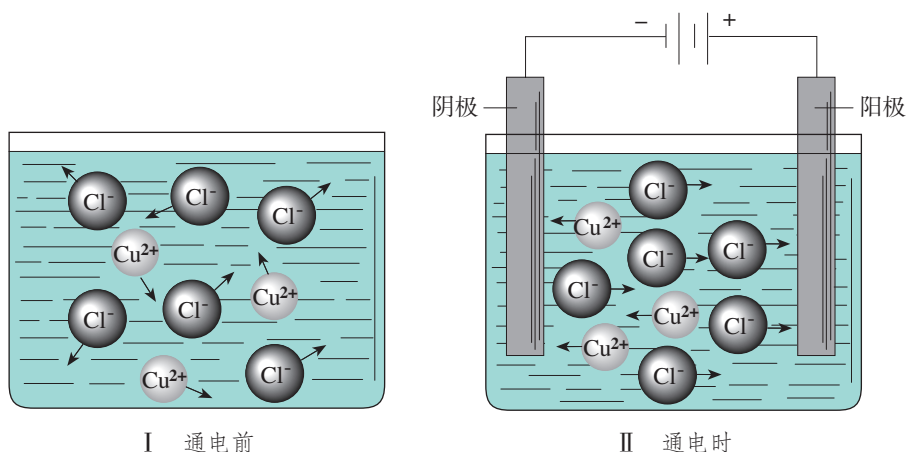

图 4-10 通电前后氯化铜溶液中离子移动示意图
通电前， Cu^{2+} 和 Cl^- 在溶液中作自由运动（如图4-10 I）。通电时，这些自由运动的离子改作定向运动，即阴离子（ Cl^- ）向阳极^①（与直流电源的正极相连）迁移，
① 电化学中规定：发生氧化反应的为阳极，发生还原反应的为阴极。
阳离子 (Cu^{2+}) 向阴极 (与直流电源的负极相连) 迁移 (如图 4-10 II)。在阳极上 Cl^- 失去电子发生氧化反应, 在阴极上 Cu^{2+} 得到电子发生还原反应, 这个过程叫做放电^①。
请结合图 4-10 II 绘制反映电解池工作原理的示意图, 并与同学交流。示意图要求包括以下内容: